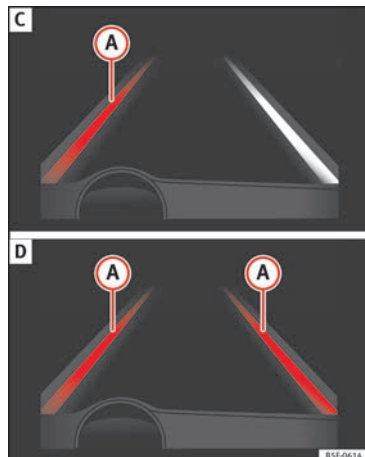

Fig. 217 Sur l'écran du combiné d'instruments : indication sur l'écran de l'assistant de maintien de voie (exemple 2).
- Le système est en cours d'utilisation, la ligne en surbrillance **A** indique qu'il y avait un risque de dépasser la ligne de la voie involontairement et qu'il agit sur la direction pour corriger la trajectoire »» fig. 217 C.
- Les deux lignes en surbrillance **A** s'allument en même temps quand nous reconnaissons les deux lignes de la voie et que nous avons activé la fonction de guidage au centre de la voie »» fig. 217 D.